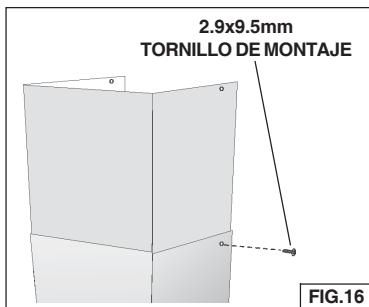

FIG.16
11. Asegúre el tubo decorativo inferior al tubo decorativo superior con el tornillo de montaje (2.9x9.5mm). Taladre el agujero (D. 1/16", 2mm) en el tubo decorativo superior (Fig. 16).